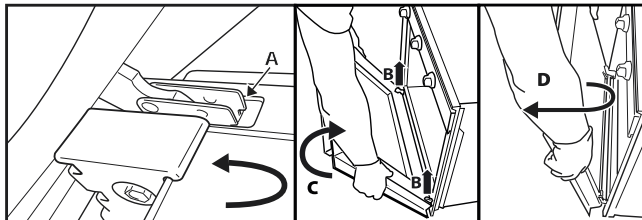

Рис. 2
3. Закройте дверцу до упора (А), поднимите (В) и поверните (С) так, чтобы снять ее (D) (рис. 2).